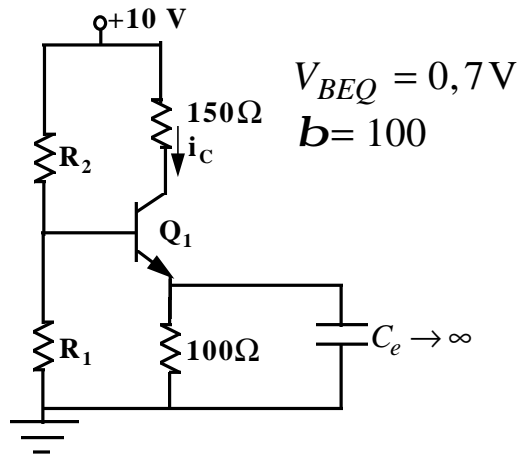

Figura 7.
- 8) En la Figura 7. Hallar R_1 y R_2 para obtener la excursión simétrica máxima de la corriente de colector. Determinar el punto de reposo para estas condiciones.